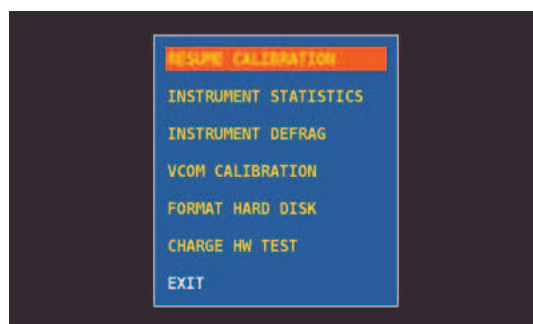

Figure 2: Menu selection "RESUME CALIBRATION"
2. Sélectionner "RESUME CALIBRATION" (figure 2), appuyer sur la molette (ENTER) et attendre l'exécution du processus ;